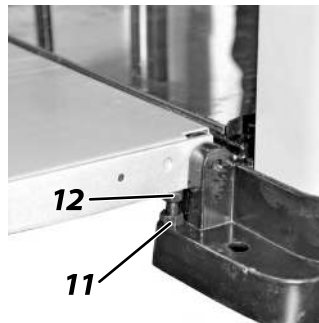

Рис. 2
11. Контргайка (Рис. 2);
12. Винт (Рис. 2).